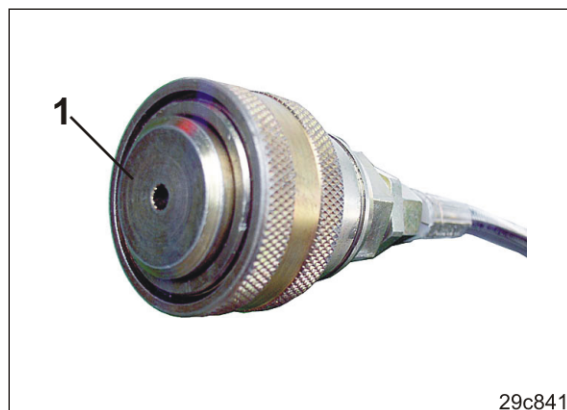

Рис. 139
3. Опорожните гидроаккумулятор (Рис. 136/1) перед отсоединением гидравлической муфты (Рис. 139).
Повторное подсоединение гидравлической муфты (Рис. 139) к трактору возможно только при пустом гидроаккумуляторе.
6. Защитите гидравлическую муфту и гидравлический соединитель от загрязнения с помощью крышек (Рис. 139/1).